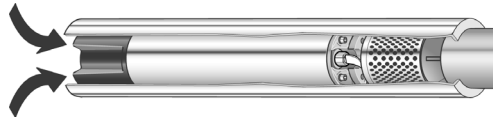

Bild 6-1: Kühlrohr
- ⇒ Kühlrohr (siehe Bild 6-1) einbauen.